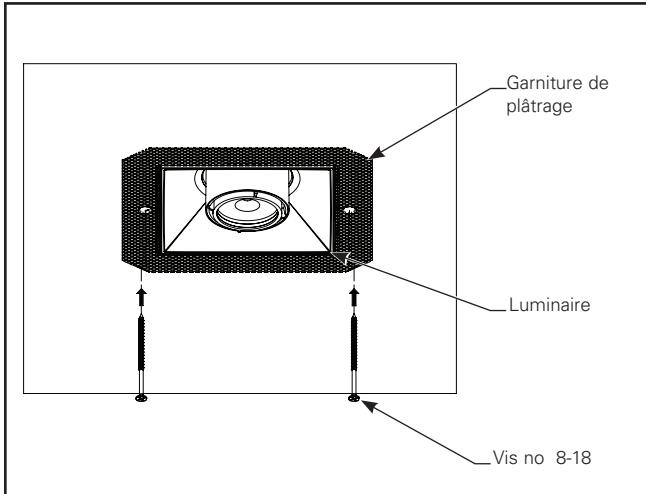

Figure 1.10.
7. Percez des avant-trous dans la bride de plâtrage le long du bord du luminaire et insérez les vis à tête fraisée no 8-18 dans la garniture de plâtrage jusqu'au support à lattage. (figures 1.10 et 1.11)